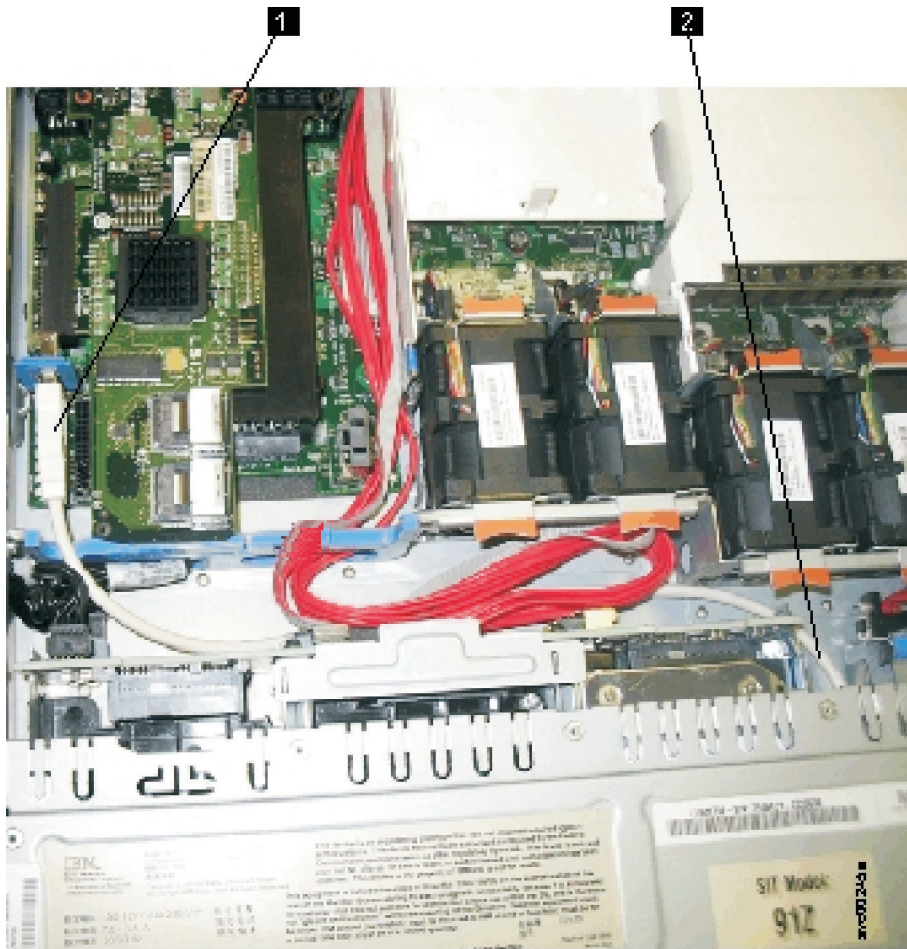

図 75. ディスク・コントローラーおよび USB ライザー・カードに接続されている USB サービス・コントローラー・ケーブル (SAN ボリューム・コントローラー 2145-CF8 の図)
- b. SAN ポリューム・コントローラー 2145-CG8 または 2145-CF8 の左側で USB コネクター (103 ページの図 75 の **1**) を見つけます。
- a. ケーブルを再取り付けするには、USB ケーブルをディスク・ドライブ・ベイ 5 に慎重に通し、ケーブルの大きい方のコネクタを USB ライザー・カード上の USB コネクタ（103 ページの図 75 の **1**）に配線します。